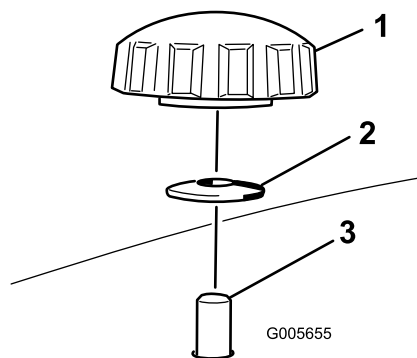
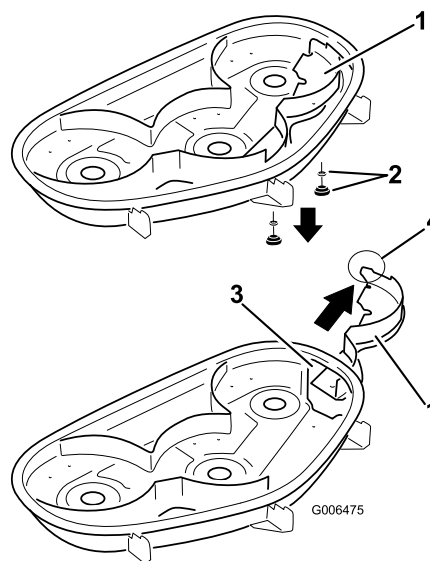

Figure 20
Figure 21
4. Déposez les 2 boutons et rondelles bombées qui fixent le déflecteur droit au plateau de coupe, comme illustré à la Figure 20.
5. Déposez le déflecteur droit et abaissez le déflecteur d'herbe sur l'ouverture d'éjection, comme illustré aux Figure 21 et Figure 20.
4. Insérez le déflecteur droit par l'ouverture d'éjection et fixez-le en place avec 2 boutons et rondelles bombées (côté bombé face au plateau de coupe) comme illustré aux Figure 20 et Figure 21.